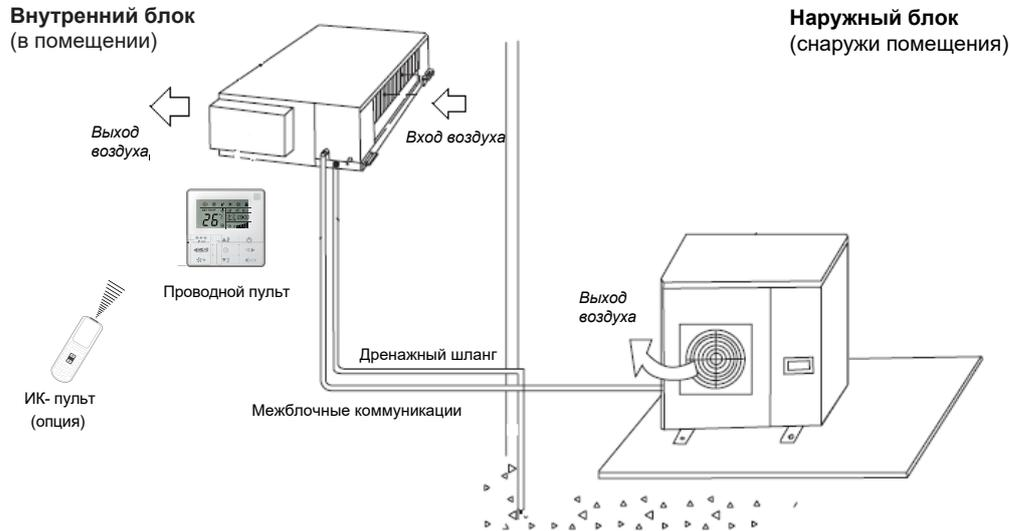

Рис.1.2
- Кондиционер состоит из наружного и внутреннего блоков, объединенных межблочными коммуникациями и пульта управления (рис.1.2).